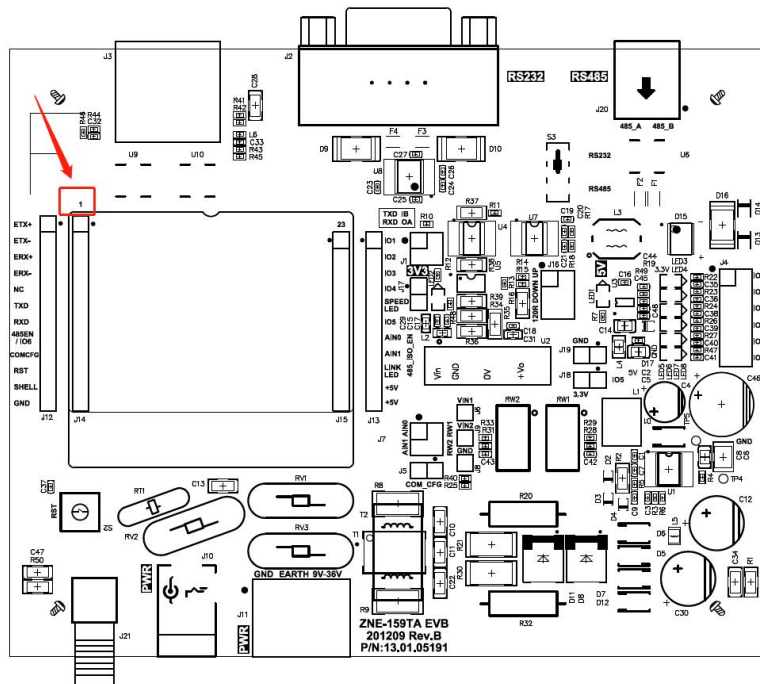

图 2.7 评估板与 WZNE-1100 的连接方式
- 最后介绍的是评估板与 WZNE-1100 模块的连接。如图 2.7 所示，首先观察模块的引出管脚的 1 脚的位置，然后在评估板上找出插座的地方，对应插紧即可。因为模块的引出管脚一排是 12 脚一排是 11 脚，而评估板上的连接座同样也是一排是 12 脚一排是 11 脚，所以不容易插错或插反。